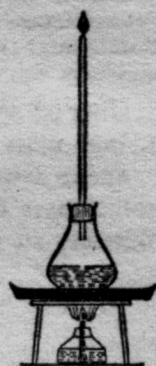

Abb. 60
b) Setze auf die Saftflasche (Kochflasche) ein langes (50 cm) Glasröhrchen mit ausgezogener Spitze erhitze die Gärflüssigkeit gelinde und entzünde die ausströmenden Dämpfe (Abb. 60)!